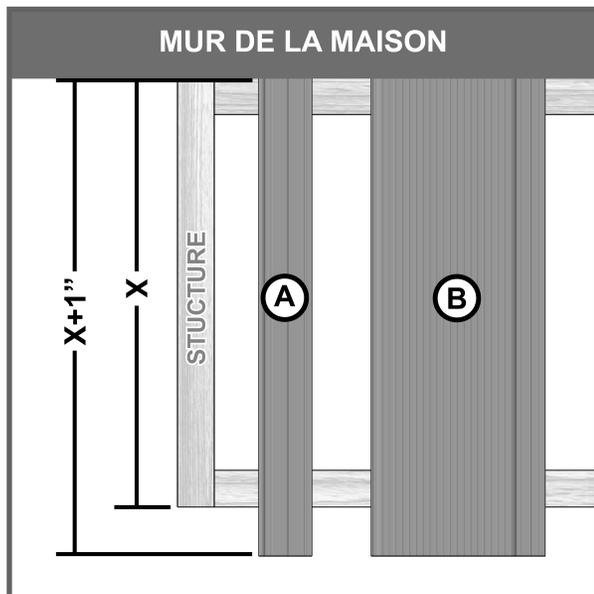

FIGURE 1
- Couper les pièces "A" et "B" en ajoutant 1" sur la mesure de la structure du balcon et son fascia, perpendiculairement au mur. (figure1)